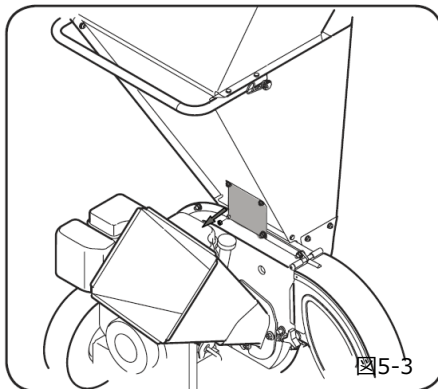

図5-3
2. ホッパー支持ブラケットのインペラーハウジングに固定する2つのフランジナットと六角ボルトを外してください。ホッパーが不安定になるため保持してください。図5-3 参照